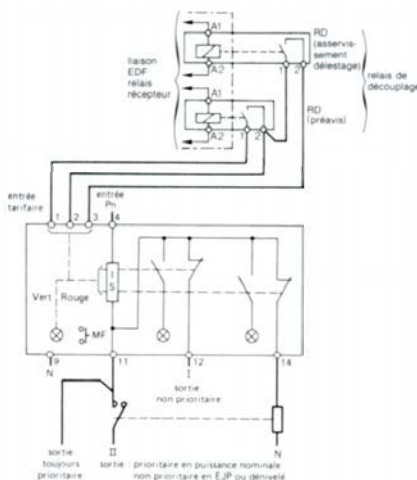

fig. 3
■ **CDSt avec entrée tarifaire réf. 15912** (fig. 3). Réalise les mêmes fonctions que le CDS réf. 15908 mais en tenant compte de la puissance en vigueur de l'option tarifaire EJP. L'ordre de changement de seuil est donné par le distributeur d'énergie par l'intermédiaire de relais de découplage (préavis et asservissement délestage).